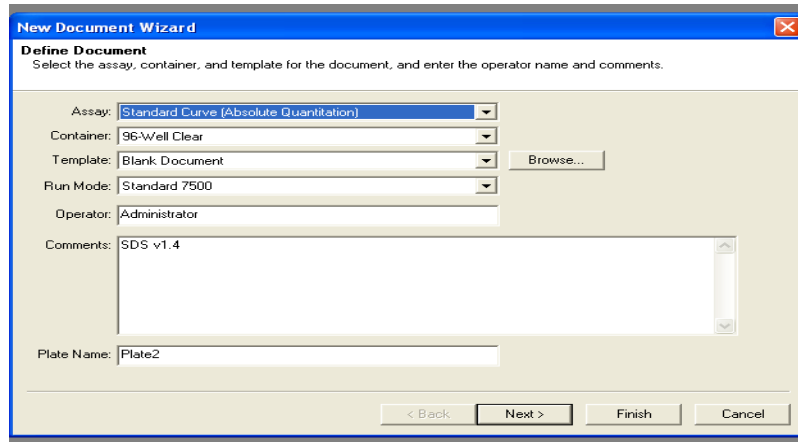

Figura 5.- Ventana para crear un nuevo documento.
- En la ventana “*Quick start up document*” (inicio rápido de documento) hacer clic en la opción *Create New Document* (crear nuevo documento). Posteriormente abajo de la barra de menús en la parte superior derecha se encuentra el ícono de documento en blanco se hace clic en este ícono y aparece la ventana con el nombre de “*New document wizard*” (ventana de nuevo documento), como se observa en la Figura 5.